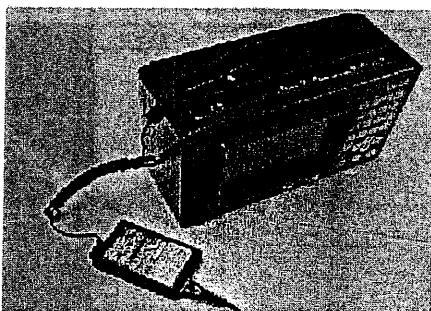
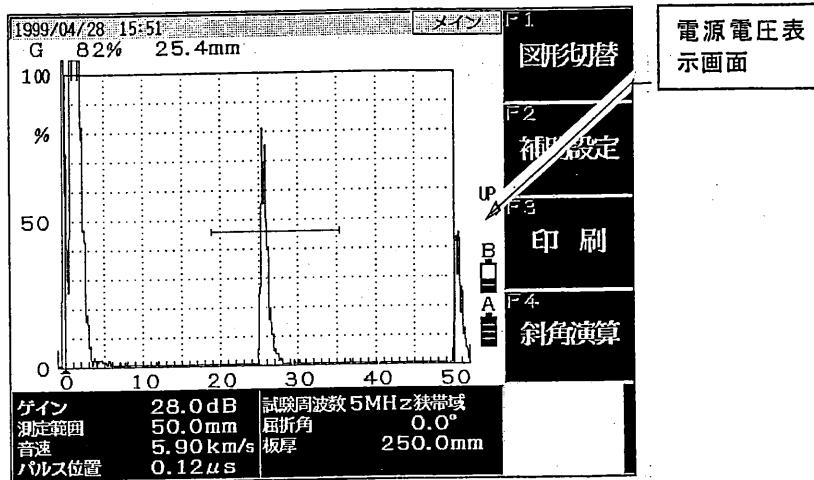

図 4.1.2 UI-23 と A C アダプタの接続
図 4.1.3 電源電圧表示画面
UI-23 と A C アダプタの接続を図 4.1.2に示します。
- ① ACアダプタの出力ケーブルを、UI-23 の直流電源入力ジャック [DC IN 12V] に接続します。（図 4.1.2参照）
- ② ACアダプタの入力プラグを、AC100 ~ 240 V, 50~60 Hz の電源に接続します。
- ③ 電源キーを 3 秒以上押します。この操作で、このスイッチの上のパイロット・ランプが点灯し、動作を開始します。
- ④ 電源キーを押してから、約 5 秒後にブルーバックの画面が出てきますので、その間お待ち下さい。この間に異常（焦げ臭い匂い、煙、異音等）が感じられた場合は、直ちに電源キーを再度押して電源をオフにして下さい。また、ACアダプタの出力ケーブルをUI-23 の直流電源入力ジャックから外すか、ACアダプタの入力ケーブルを、AC電源から外して下さい。
- ⑤ 更に、図 4.1.3に示すように、この画面の右下に電源の電圧を示す [A] 、[B] 2 個の乾電池形のバーグラフが表示されますので、[A] のバーグラフのバーが『緑色』で 3/4 以上であることを確認して下さい。